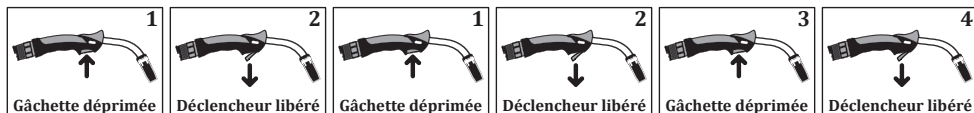

Figure 16 : Utilisation de la Position 2
- La position 2 fonctionne comme indiqué à la figure 16.